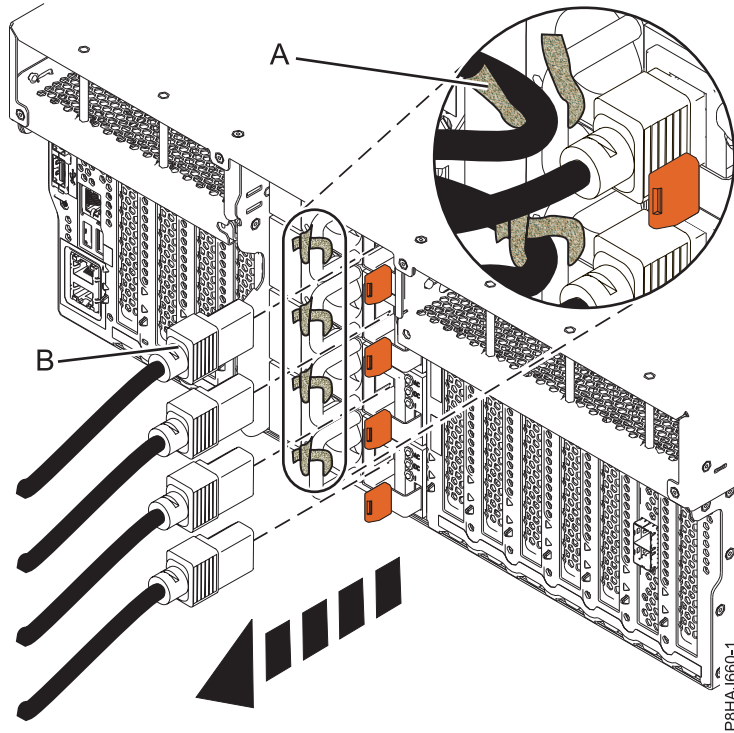
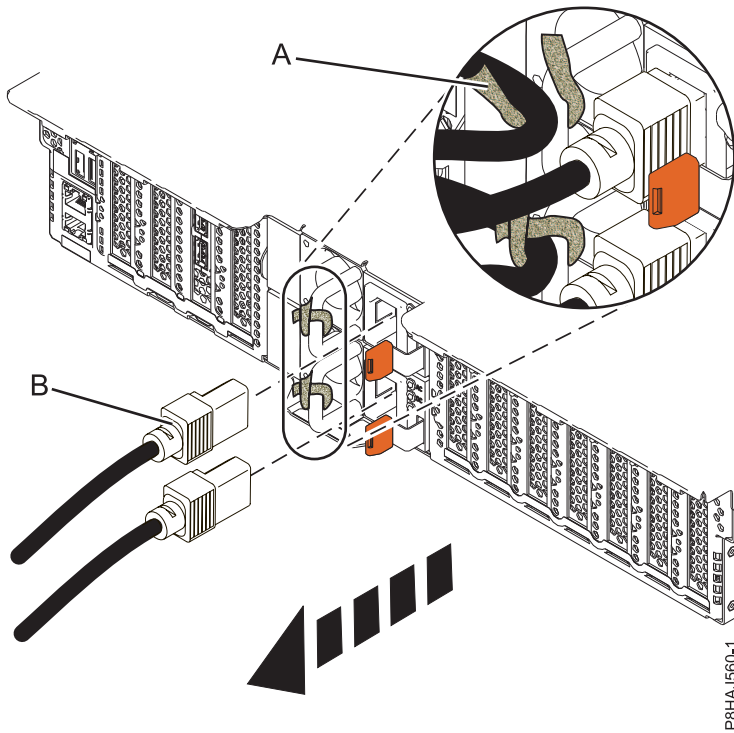
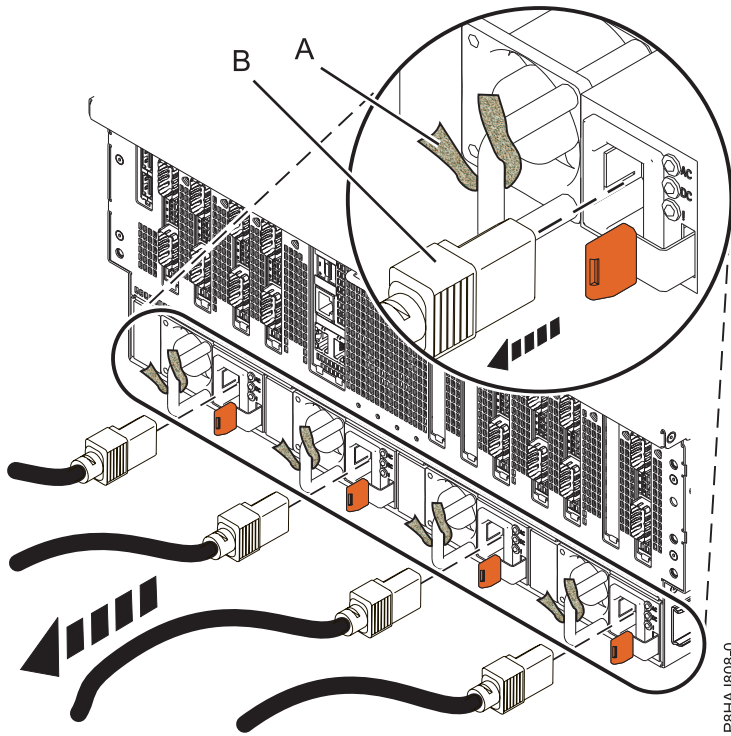

Figura 37. Extracción de los cables de alimentación de un sistema 8247-42L, 8286-41A o 8286-42A
Figura 38. Extracción de los cables de alimentación de un sistema 5148-21L, 5148-22L, 8247-21L, 8247-22L, 8284-21A o 8284-22A
Figura 39. Extracción de los cables de alimentación de un sistema 8408-44E o 8408-E8E
3. Desconecte los cables de alimentación **(B)** de la unidad del sistema. Consulte la Figura 37 en la página 55, la Figura 38 en la página 55 o la Figura 39 en la página 56, dependiendo del tipo de sistema.